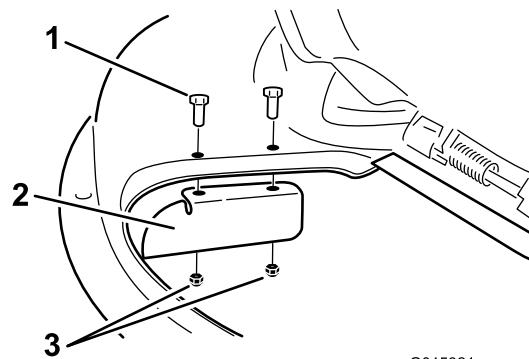

Figure 30
9. Montez le déflecteur d'ouverture sur le plateau de coupe (Figure 30).
3. Enlevez le déflecteur d'ouverture du plateau de coupe (Figure 30).